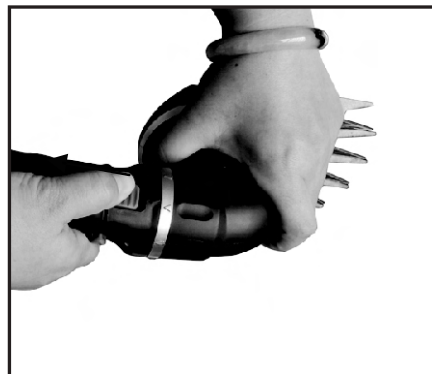

Fig. 12
- 1) Poussez le bouton pour poignée rotative (3) vers l'arrière,
- 2) Tournez la tête de coupe dans la position souhaitée. (Fig. 12)